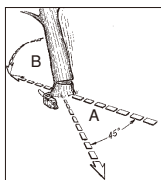

Bild. 11A
**⚠️ ACHTUNG:** Vor dem Schneiden sollte ein Rückzugspfad (A) geplant und freigelegt werden. Der Rückzugspfad sollte nach hinten und diagonal zur Rückseite der erwarteten Fallrichtung verlaufen, wie in Bild.11A dargestellt ist.
**HINWEIS:** Die Fallrichtung (B) wird vom Kerbschnitt bestimmt. Berücksichtigen Sie vor dem Schneiden die Anordnung größerer Zweige und die natürliche Neigung des Baumes, um den Fallweg des Baumes abzuschätzen.
**⚠️ ACHTUNG:** Wenn der Fällschnitt sich dem Ankerpunkt nähert, beginnt der Baum zu fallen. Sobald der Baum zu fallen beginnt, ziehen Sie die Säge aus dem Schnitt heraus, stoppen Sie den Motor, legen Sie die Kettensäge ab und verlassen Sie den Bereich über den Rückzugspfad (Bild. 11A).